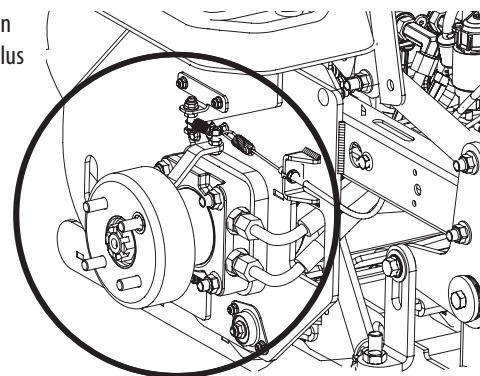

Fig. 20
- Nettoyez autour et à proximité de la transmission, de l'essieu et de la zone du ventilateur (Fig. 20).